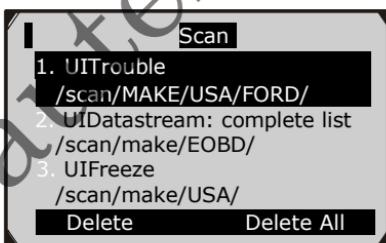

Рисунок 4.1
- 1) Используйте кнопки прокрутки **ВЛЕВО/ВПРАВО** для выбора пункта **Playback** на **главном экране** (рисунок 3.1) и нажмите **OK**. Дождитесь появления экрана **Scan** (Сканирование). (Рисунок 4.1)